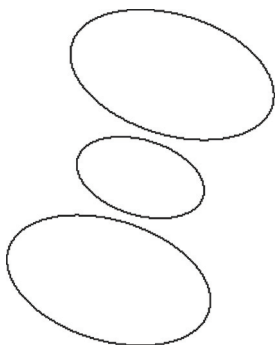

图 9-51 打开模型文件
STEP 01 单击快速访问工具栏中的“打开”按钮，打开模型文件，如图 9-51 所示。